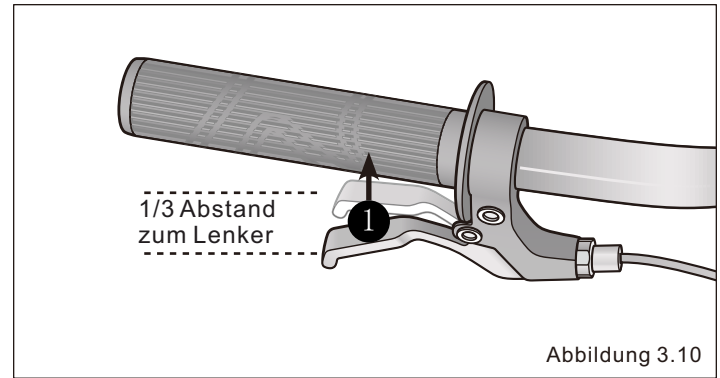

Abbildung 3.10
- 1 Ziehen Sie nach dem Einstellen der Bremse den Bremshebel mehrmals so stark wie möglich und überprüfen Sie die Bremsbeläge, die Zentrierung und den Bremshebelweg erneut. Wenn die Bremsbeläge nicht mehr rechtwinklig zur Felge sind, stellen Sie die Bremsbeläge erneut ein. **Abbildung 3.10**